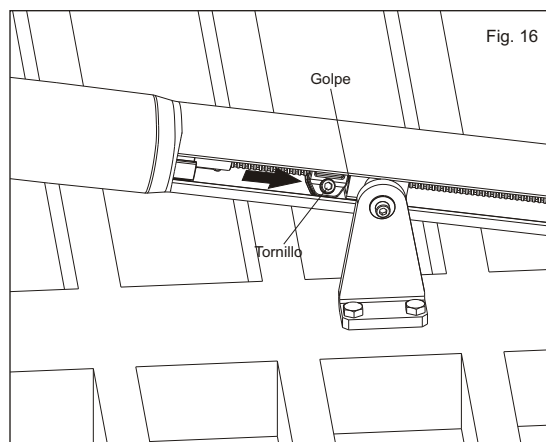

Fig. 16
**2.11.** Desatornillar el tornillo y llevar el tope mecánico a tope con el soporte (Fig. 16) y apretar el tornillo.